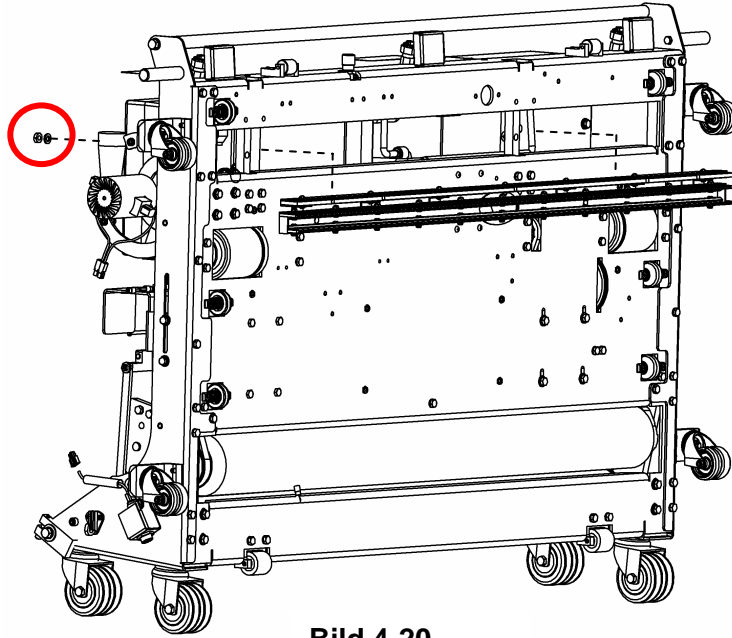

Bild 4-20
3. Lossa skruven på vakuumslangklämman och ta bort vakuumslangen från vakuumbudet. Skruva av de två muttrarna och ta av brickorna för att frigöra vakuumbudet från den ledade armen och ta bort vakuumbudet från maskinens **undersida** som bild 4-20 visar.